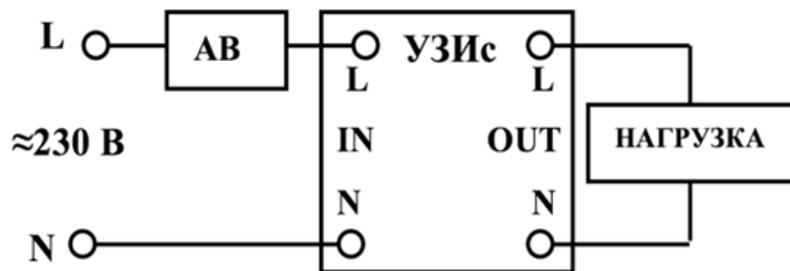

Рис. 3.1. Подключение УЗИс с автоматическим выключателем (АВ)
3.2.2.3. При отсутствии Автоматического выключателя (АВ), защищающего от сверхтоков короткого замыкания с номинальным током, не превышающим номинальный ток УЗИс, установить такой АВ на входе УЗИс (рис. 3.1).